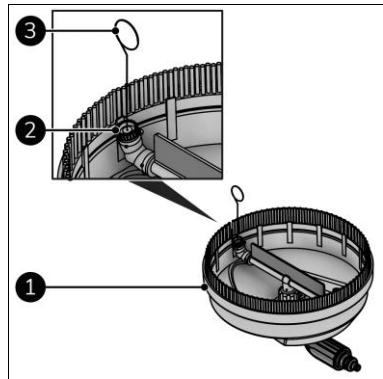

Abbildung 22
3. Ziehen Sie den Bodenreiniger (Abbildung 22, Pos. 1) von der Verlängerungslanze (Abbildung 5, Pos. 1).